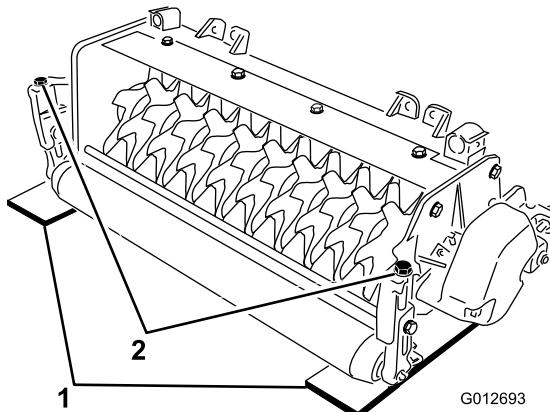

Рисунок 4
- Разместите две измерительные планки, соответствующие желаемой глубине проникновения ножа, под передним и задним роликами барабана вертикуттера (на каждом краю барабана) (Рисунок 4).
3. Поверните регулировочный болт на каждом кронштейне высоты скашивания (Рисунок 4) таким образом, чтобы ножи барабана касались горизонтальной поверхности по обоим краям.